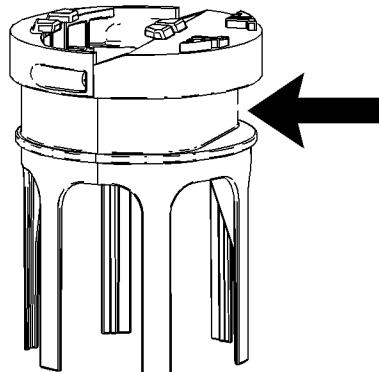

Ilustración 434
- 8.** Apriete la abrazadera de fleje  $4.5 \pm 0.7 \text{ N}\cdot\text{m}$  ( $40 \pm 6 \text{ lb in}$ ) para asegurarse de que esté alineada, como se muestra en la ilustración 434 , con el lugar liso de la base. Asegúrese de que el filtro no se apretuje cuando apriete la abrazadera de fleje.
- 10.** Apriete los pernos (6) en una secuencia alternada a  $5 \pm 1 \text{ N}\cdot\text{m}$  ( $44 \pm 9 \text{ lb in}$ ). Apriete los pernos (6) una segunda vez en una secuencia alternada a  $5 \pm 1 \text{ N}\cdot\text{m}$  ( $44 \pm 9 \text{ lb in}$ ). Aplique lubricante para caucho al sello anular dentro de los conjuntos de manguera (1).